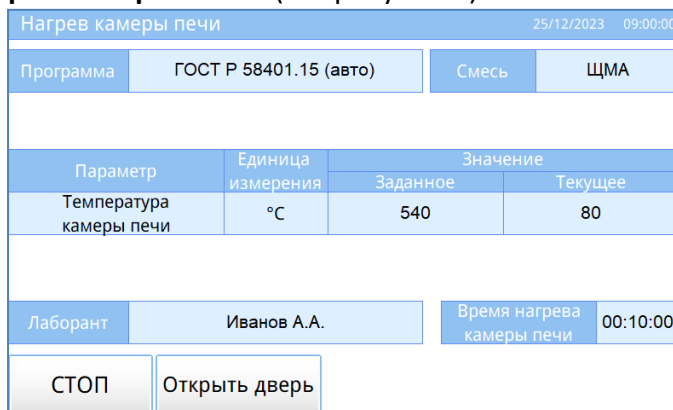

Рисунок 9 – Нагрев камеры печи
4.5.7 Появится окно **«Нагрев камеры печи»** (см. рисунок 9).